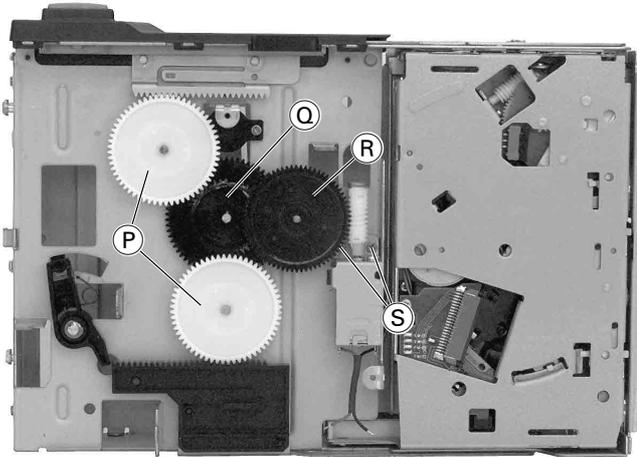
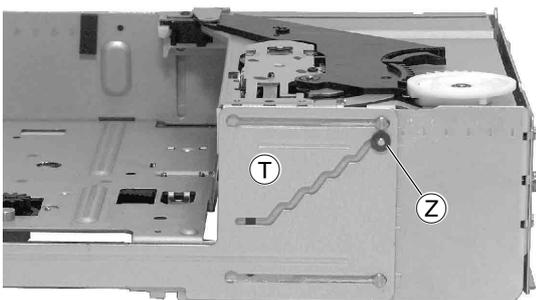
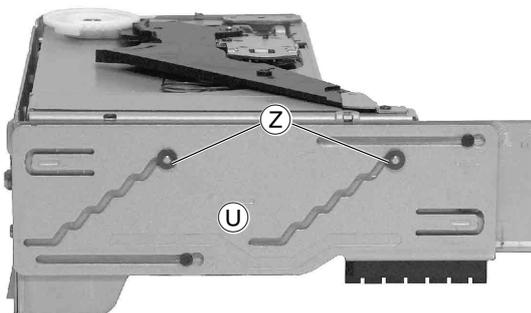

Fig. 8
Fig. 10
Fig. 12
6. Loading-Antrieb zerlegen (Fig. 8)
- Die Zahnräder (P), (Q) und (R) können mit einem Schraubendreher herausgehoben werden.
- Zum Ausbau des Motors Zahnrad (R) ausbauen und die 2 Schrauben (S) herauserschrauben.
- **Achtung:** Wurde wenigstens eines der beiden Zahnräder (P) ausgebaut, beim Zusammenbau darauf achten, dass die 2 Schieber (T) (Fig. 10) und (U) (Fig. 12) in der gleichen Position stehen.
- Loading-Einheit in die oberste Position bringen (vgl. Fig. 10 und 12).
- 3 Sicherungsscheiben (Z) (Fig. 10 und 12) abziehen.
6. Disassembling the loading drive (Fig. 8)
- The gear wheels (P), (Q) and (R) can be pushed out with a screwdriver.
- Remove gear wheel (R) and undo the 2 screws (S) to remove the motor.
- **Attention:** If at least one of the gear wheels (P) had been removed, take care that both slides (T) (Fig. 10) and (U) (Fig. 12) are in the same position when reassembling.
- Move the loading unit to the topmost position (see Fig. 10 and 12).
- Pull off the 3 retainer washers (Z) (Fig. 10 and 12).